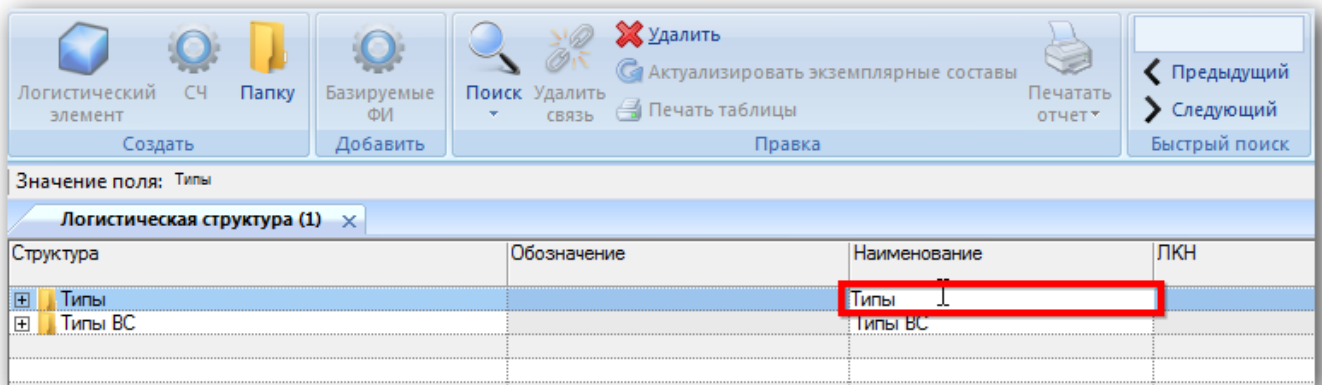

Рис. 10-9 – Задайте наименование папки для ФИ
3) Ввести наименование папки (рис. 10-9).